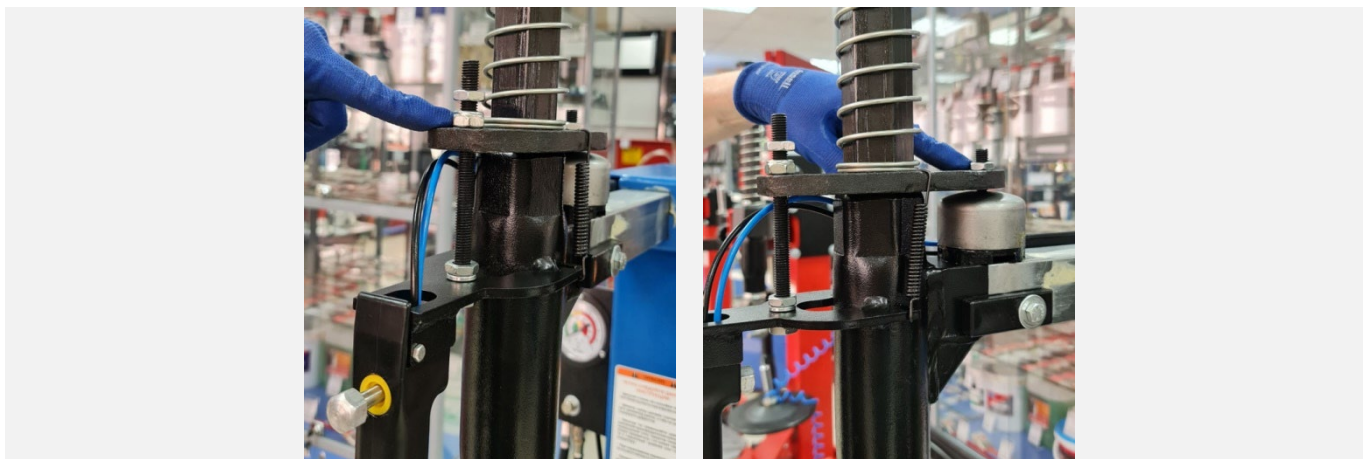

Рисунок 60
После упора монтажной головки в диск, при нажатии на кнопку фиксатора монтажной головки, она должна автоматически отойти от диска на расстояние от 2.0 до 3.0 мм (см. Рисунок 60). Если монтажная головка не отходит на требуемое расстояние или вертикальный шестигранный рычаг фиксируется ненадежно, необходимо выполнить регулировку:
- Отрегулировать ход стопорной пластины с помощью гаек (см. Рисунок 60).